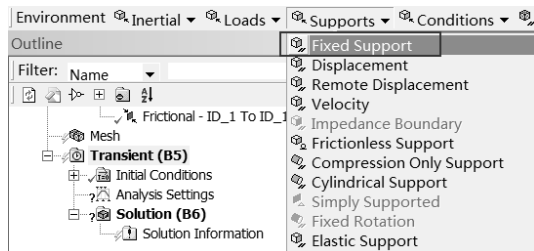

图 12-23 添加固定约束
Step2：选择 Environment 工具栏中的 Supports（约束） Fixed Support（固定约束）命令，此时在分析树中会出现 Fixed Support 选项，如图 12-23 所示。